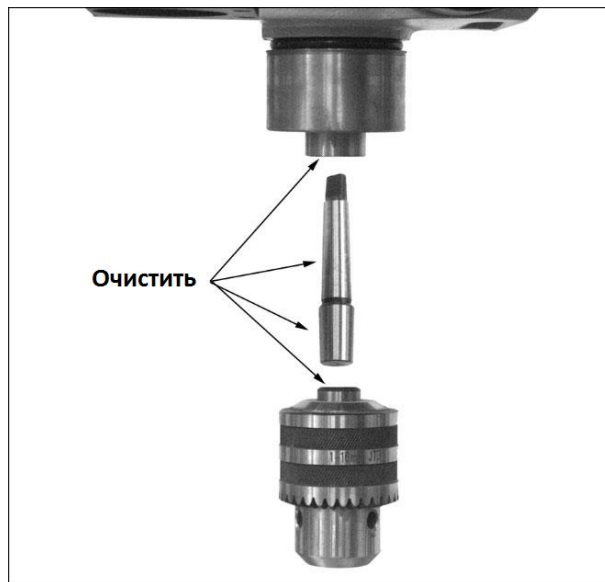

Рис. 6-15
1. Тщательно очистите хвостовик и внутреннюю поверхность патрона (Рис. 6-15) мягкой тканью и растворителем, таким как уайт-спирит. Любая смазка или налет на этих поверхностях может привести к тому, что детали разъединятся, тем самым создав опасность оператору и потенциальную возможность повреждения инструмента.